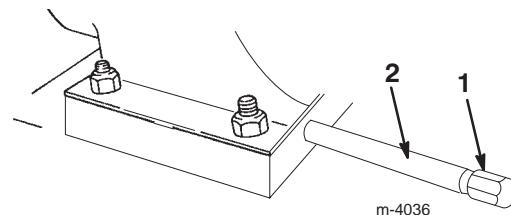

Bild 36
3. Reinigen Sie den Bereich um die Ölablassschraube (Bild 36).